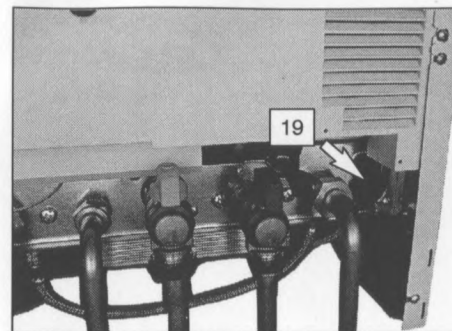

fig. 9.4
- 2 Allentare il rubinetto di svuotamento caldaia 19 in fig. 9.4